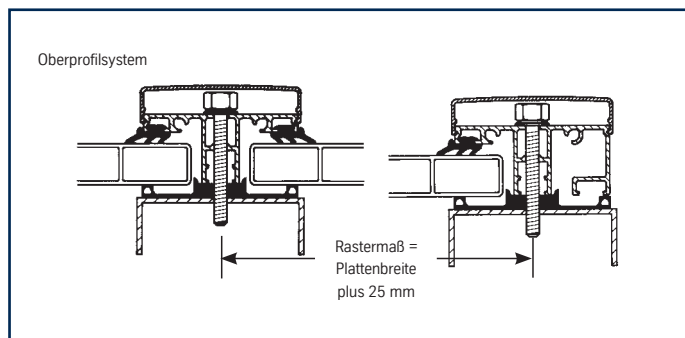

Abb. 24
- b) Bei Oberprofilsystemen wird das Aluprofil auf die Verglasung bzw. das Weichgummi-profilband aufgelegt. Durch die bereits vorher angebrachten Durchgangsbohrungen wird durch das untere Weichgummi-band in die Unterkonstruktion vorgebohrt (ca. $\varnothing$ 5 mm) und mit geeigneten Edelstahlschrauben (siehe ALWO®-Lieferprogramm) das gesamte System auf der Unterkonstruktion befestigt (siehe Abb. 24). Hierbei zentriert die im Weichgummi-band vorgesehene Bohrrille den Bohrer bzw. die Schrauben. Die Schrauben dürfen nicht überdreht werden; deshalb nicht mit Schlagschraubern arbeiten. Es dürfen nur die zum System gehörenden Klemmschrauben verwendet werden, da sonst die Ausreißfestigkeit nicht gewährleistet ist. Für die einfache Verschraubung empfehlen wir SB 196, Spezialsteckschlüssel 3/8" für ALWO®-Schrauben!